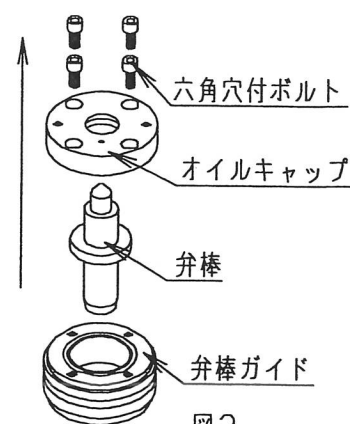

図3
- ⑤ オイルダンパ部を分解する場合は、オイルダンパ部を取外した後、六角穴付ボルト(M5)を外して弁棒ガイドからオイルキャップ、弁棒を外します。(図3)